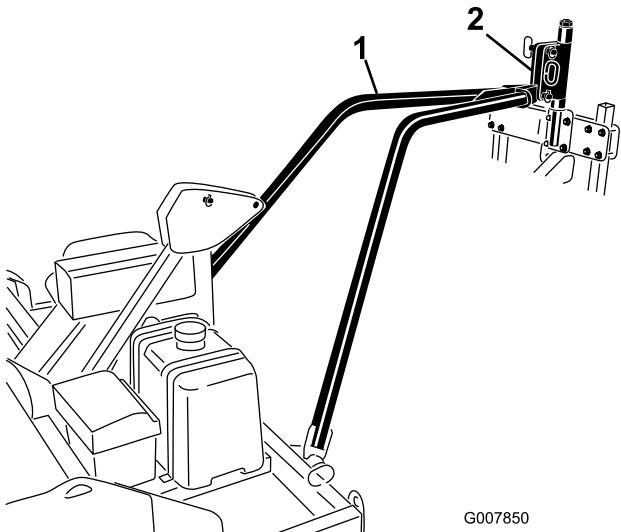

Figura 13
- 4. Rimuovete la fune di traino o la corda e abbassate la piastra di fissaggio del braccio di traino fino ad inserirla nel perno girevole di attacco dell'arieggiatore (Figura 13).